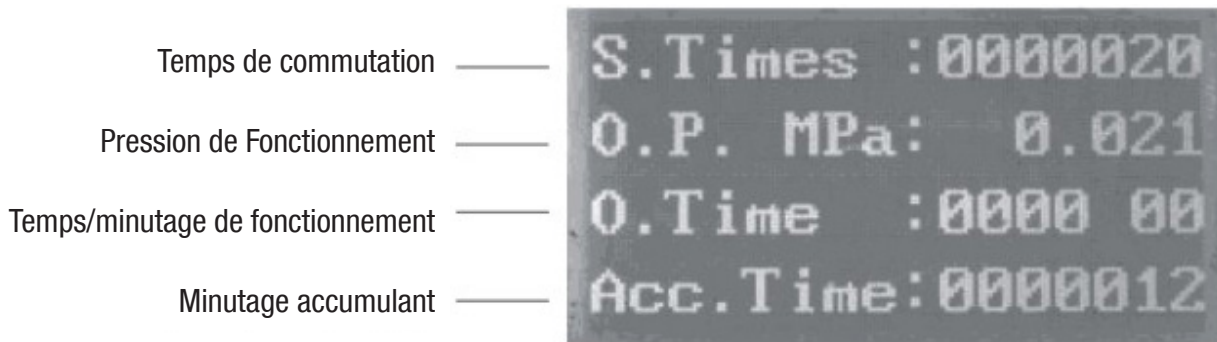

Figure 3
a. Il peut afficher la Figure 3 suivant.